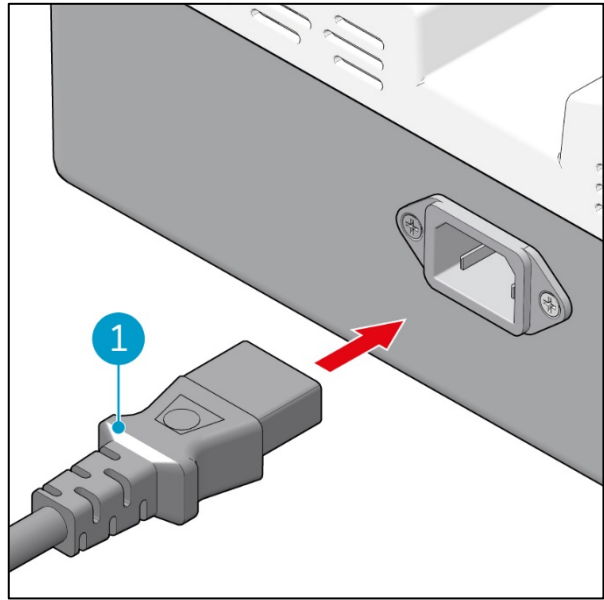

Figure 6
Branchez le câble d'alimentation (Figure 6, pos. 1) au connecteur à l'arrière de l'i-charge 9.